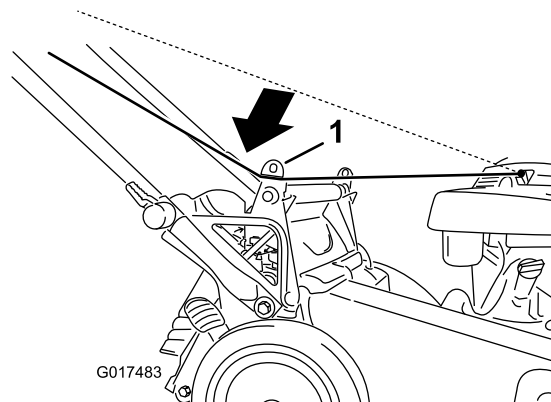

Figure 24
1. Faites passer le câble du lanceur autour du guide inférieur (Figure 24).